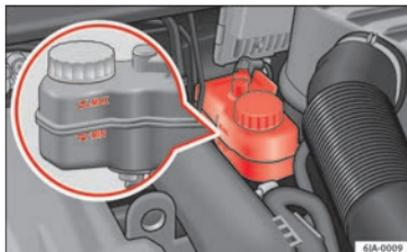

Fig. 209 Vano motor: depósito del líquido de frenos.
- Verifique el nivel de líquido de frenos en el depósito »» fig. 209. El nivel debe encontrarse entre las marcas “MIN” y “MAX”.